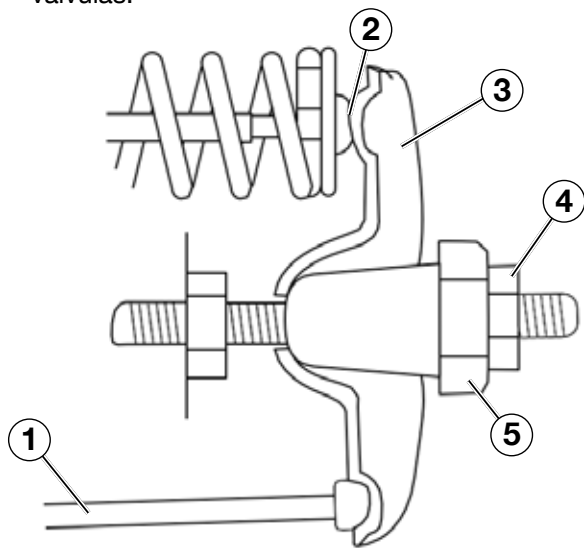

Figura 20
5. Inserte un calibre entre el brazo oscilante y la varilla de empuje y verifique que haya espacio (vea la Figura 20). Consulte la tabla a continuación para ver las especificaciones de las válvulas de las válvulas.